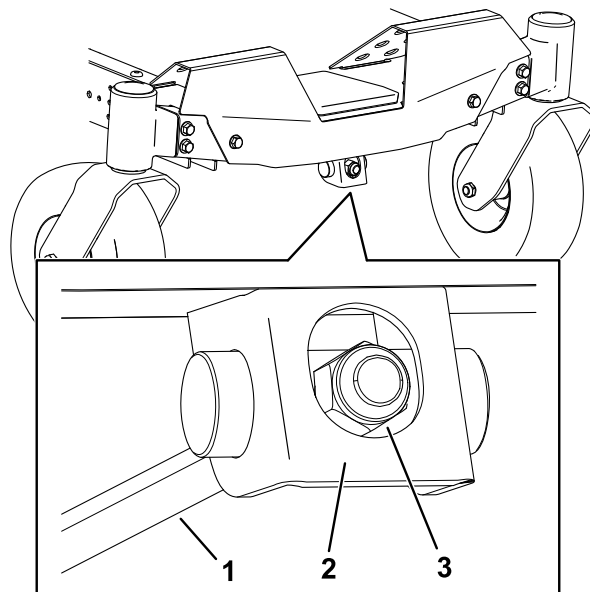

Figura 73
1. Rode a porca de ajuste na frente do cortador (Figura 73).